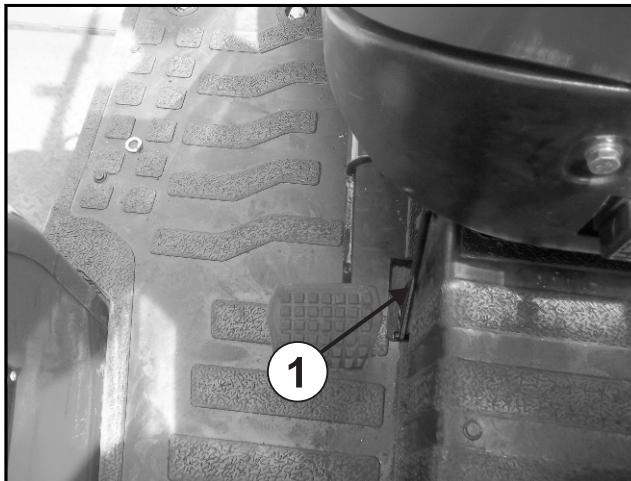

Fig. 4-17
Diferencijal zadnje osovine opremljen je uređajem za blokadu, koji se uključuje jada jedan od zadnjih točkova proklizava usled nedostatka zahvata. Da bi blokirali diferencijal do kraja pritisnite pedalu (1) Fig 4-17.